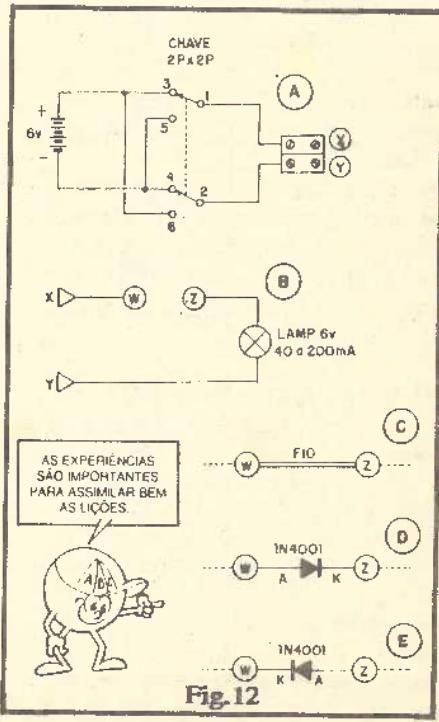

Fig.12
- FIG. 12 - Diagramas esquemáticos dos diversos módulos das experiências. Detalhando: